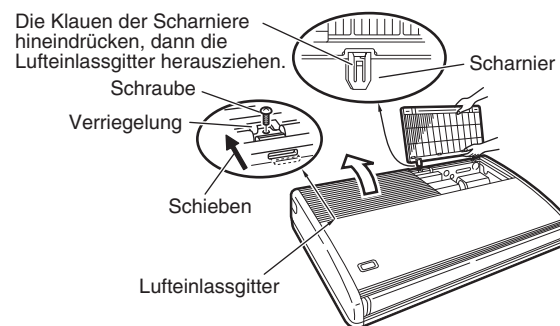
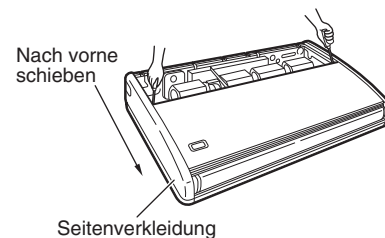

Abb. 3-9
Abb. 3-10
- (5) Bevor die Inneneinheit aufgehängt wird, die zwei oder drei Schrauben an der Verriegelung der Lufteinlassgitter herausdrehen, dann die Gitter öffnen. Danach die Klauen der Scharniere hineindrücken und die Lufteinlassgitter abnehmen (Abb. 3-9). Nun die zwei Befestigungsschrauben der Seitenverkleidungen herausdrehen, die Verkleidungen entlang der Einheit nach vorne schieben und dann abnehmen. (Abb. 3-10)